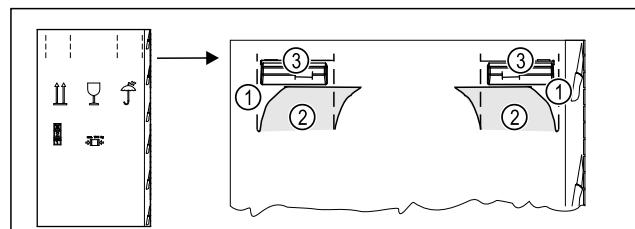

Fig. 3
- Verpackungskarton oben an der Perforierung Fig. 3 (1) eindrücken.
- Eingedrückte Taschen Fig. 3 (2) herausziehen.
- Tragegriff Fig. 3 (3) rechts und links sichtbar.
- Gerät an den Tragegriffen Fig. 3 (3) halten.